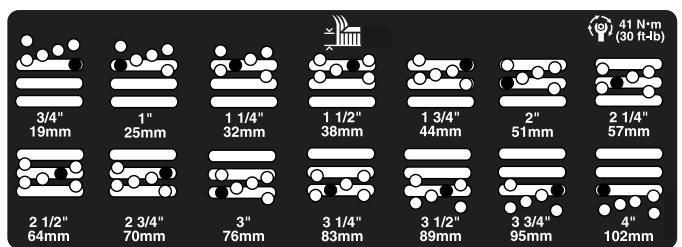

図 7
4. チェンバを支えておきながらスペースを取り外す 図 7。
5. 希望の刈り高にチェンバを合わせ、その刈り高の穴とスロットにスペースを通す 図 7。